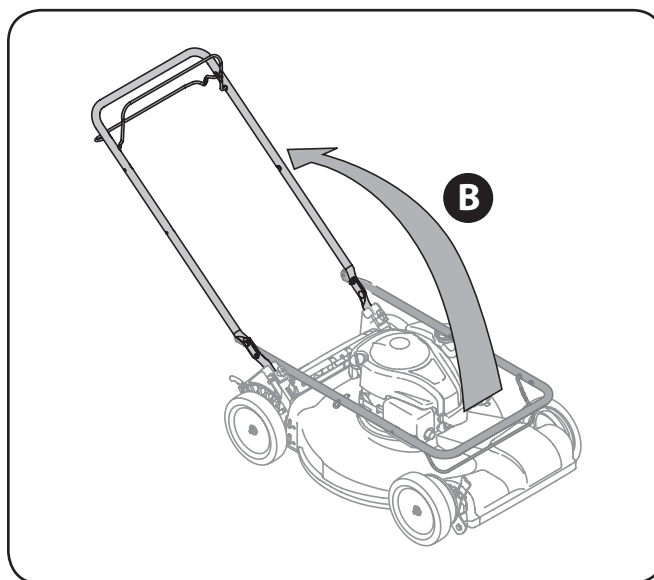

Figura 3-2
- b. Si bien la estabilización de cortacésped por lo que no se mueve, pivote asa superior como se muestra en Figura 3-2. No engarzado cable mientras levanta la palanca hacia arriba.